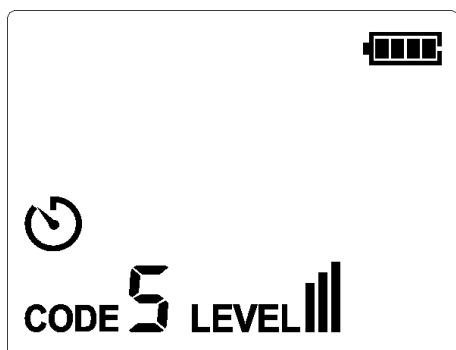

Figure 6.1.1a
2. L'émetteur est allumé par défaut (la transmission nest pas démarrée par l'émetteur), appuyez brièvement sur le bouton START/STOP pour arrêter la transmission lorsque la transmission est démarrée par l'émetteur. Lorsque lon appuie brièvement sur r le bouton CODE, le symbole CODE clignote pendant 0.5 s, comme illustré à la figure 6.1.1a.